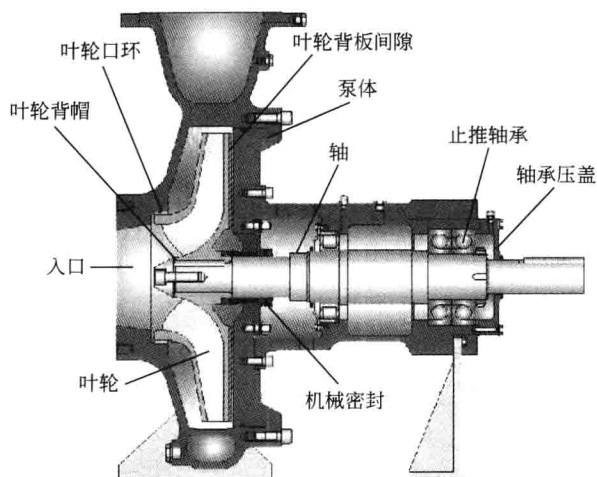

图 2-2 离心泵结构
- ① 离心泵无自吸作用，在启动之前一定要灌泵；
- ② 由于无自吸作用，所以少量气体进入吸液管易使泵产生汽蚀现象；
- ③ 一般适用于流量大而扬程不变的流体，不适用于黏性大的流体。
(3) 离心泵的结构及部件离心泵的主要构件 主要包括叶轮、转轴、吸液室、蜗壳、填料函及密封环等。详见图 2-2。